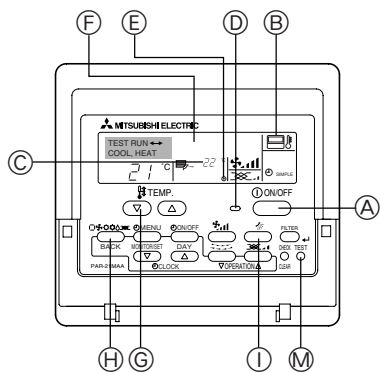

Fig. 7-1
7.2.1. Με ενσύρματο τηλεχειριστήριο (Fig. 7-1)
- ① Τροφοδοτήστε με ρεύμα τη μονάδα τουλάχιστον 12 ώρες πριν τη δοκιμαστική λειτουργία.
- ② Πατήστε δύο φορές το κουμπί [TEST] (ΔΟΚΙΜΗ). ➔ "TEST RUN" (ΔΟΚΙΜΗ) οθόνη υγρών κρυστάλλων
- ③ Πατήστε το κουμπί επιλογής τρόπου λειτουργίας [Mode selection] (Επιλογή τρόπου λειτουργίας). ➔ Βεβαιωθείτε ότι ο αέρας φυσά προς τα έξω.
- ④ Πατήστε το κουμπί επιλογής τρόπου λειτουργίας [Mode selection] (Επιλογή τρόπου λειτουργίας) και επιλέξτε τη λειτουργία ψύξης (ή θέρμανσης). ➔ Βεβαιωθείτε ότι ψυχρός (ή θερμός) αέρας φυσά προς τα έξω.
- ⑤ Πατήστε το κουμπί ταχύτητας αέρα [Fan speed] (Ταχύτητα αέρα). ➔ Βεβαιωθείτε ότι η ταχύτητα του αέρα είναι ενεργοποιημένη.
- ⑥ Ελέγξτε τη λειτουργία του ανεμιστήρα της εξωτερικής μονάδας.
- ⑦ Σταματήστε τη δοκιμαστική λειτουργία πατώντας το κουμπί λειτουργίας [ON/OFF] (ΛΕΙΤΟΥΡΓΙΑ/ΣΤΟΠ) button. ➔ Διακοπή
- ⑧ Καταχώρηση αριθμού τηλεφώνου.